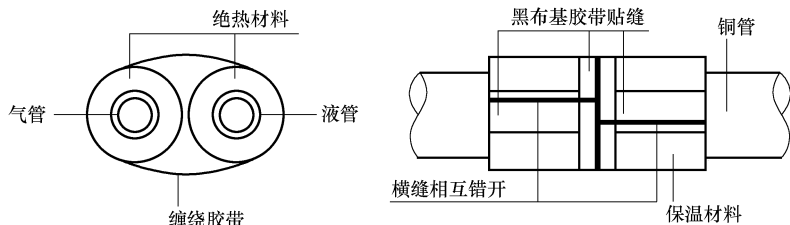

图 3-58 包扎胶带及切缝错开
7) 包扎：对于明装制冷管道，为了提高观感质量可用包扎胶带对保温后的管道进行包裹，包裹时以 45° 方向包扎，下一圈胶带覆盖在上一圈胶带的一半处，如图 3-58 所示。
8) 贴缝以及色标：保温套管切缝应设置于管道的上侧或背部。套管之间对接时应将切缝错开 20mm，如图 3-58 所示。套管外表卫生清理后用胶带沿纵向、横向切缝进行贴缝，贴缝应保持平直。胶带的宽度不小于 50mm。保温管外应用不干胶纸剪裁成色标箭头标明水流方向，红色代表气管，蓝色代表液管，绿色代表冷凝水。水平直管段可包色环，间距为 6m/个。